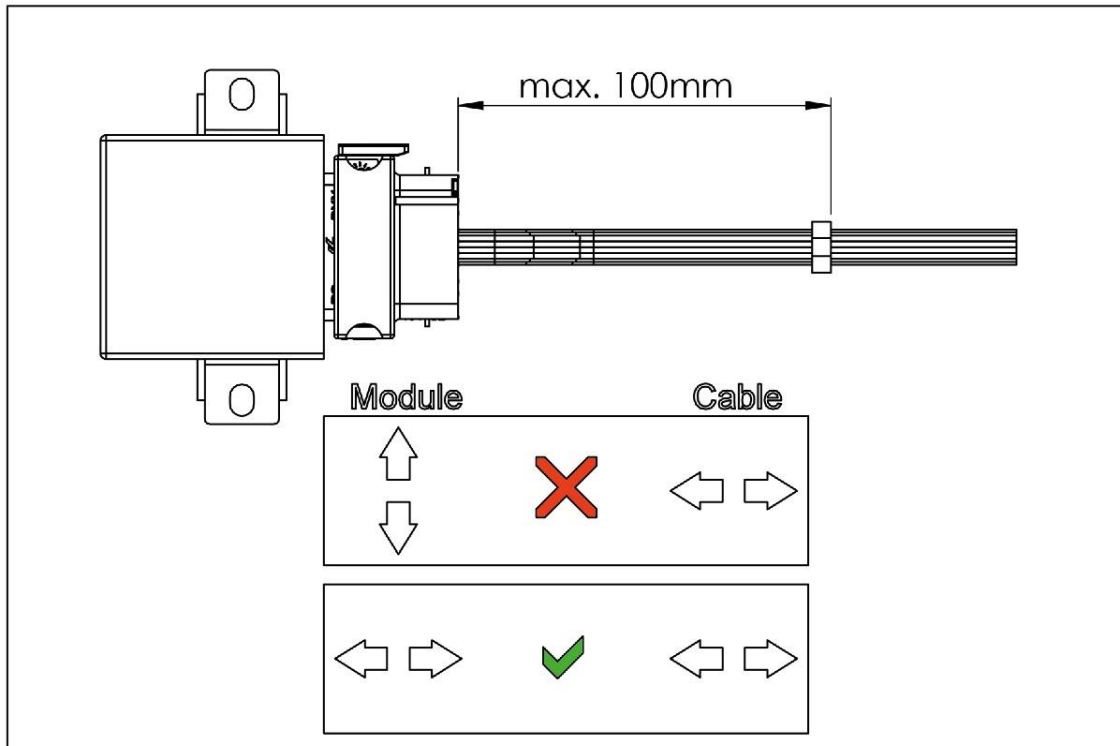
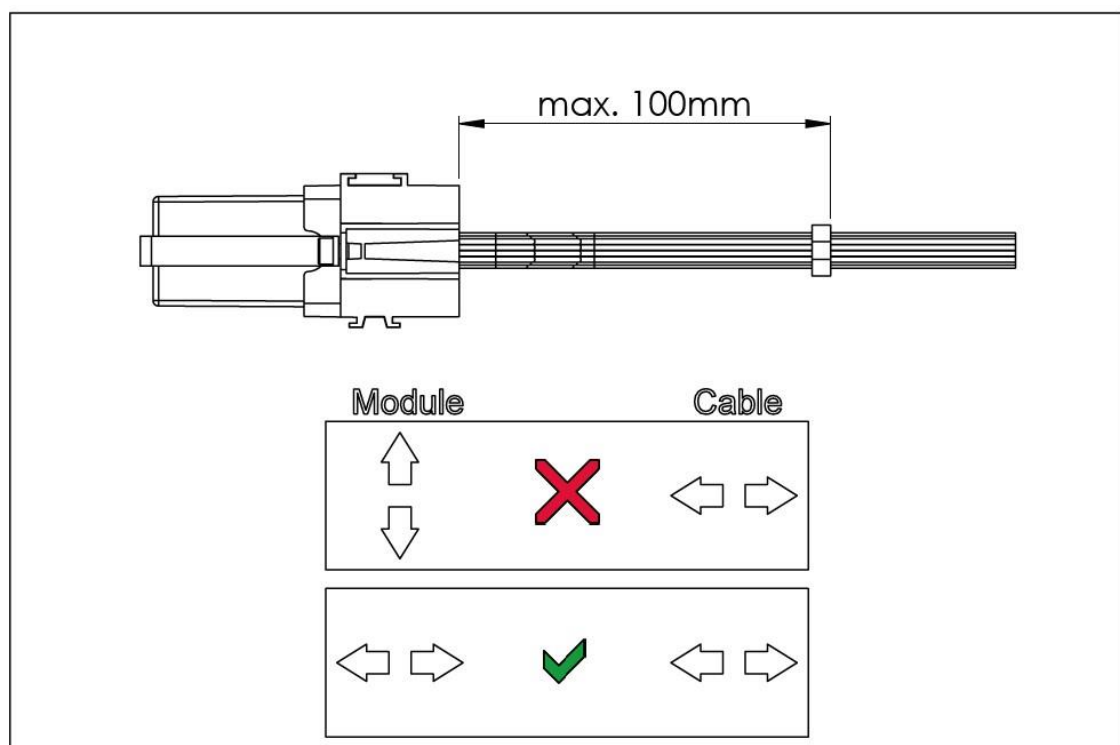

Abbildung 1: Zugentlastung des Kabelbaums (exemplarisch). 100 mm (max.) müssen eingehalten werden, Steuergerät kann variieren.
Abbildung 2: Zugentlastung des Kabelbaums (exemplarisch). 100 mm (max.) müssen eingehalten werden, Steuergerät kann variieren.
- Die Kabelführung muss so gewählt werden, dass sich der Kabelbaum ausschließlich identisch zur Bewegungsrichtung der Steuerung/des Steckers bewegt. (Befestigung Steuerung/Kabel/Zugentlastung auf demselben Untergrund). Eine Zugentlastung ist zwingend notwendig (siehe Abbildung 1 und Abbildung 2).